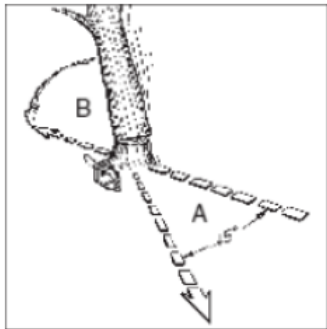

Fig 10a
Ostrzeżenie: Przed rozpoczęciem cięcia należy zaplanować i oczyścić drogę ewakuacyjną (A). Droga ewakuacyjna musi przebiegać do tyłu i po przekątnej, w kierunku przeciwnym do kierunku upadku, jak na rys. 10a.
OSTRZEŻENIE: Gdy rżaz ścinający zbliży się do zawiasy, drzewo powinno zacząć spadać. Gdy drzewo zacznie spadać, należy wyjąć piłę z rżazu, wyłączyć silnik, odłożyć pilarkę i opuścić teren drogą ewakuacyjną (rys. 10a).